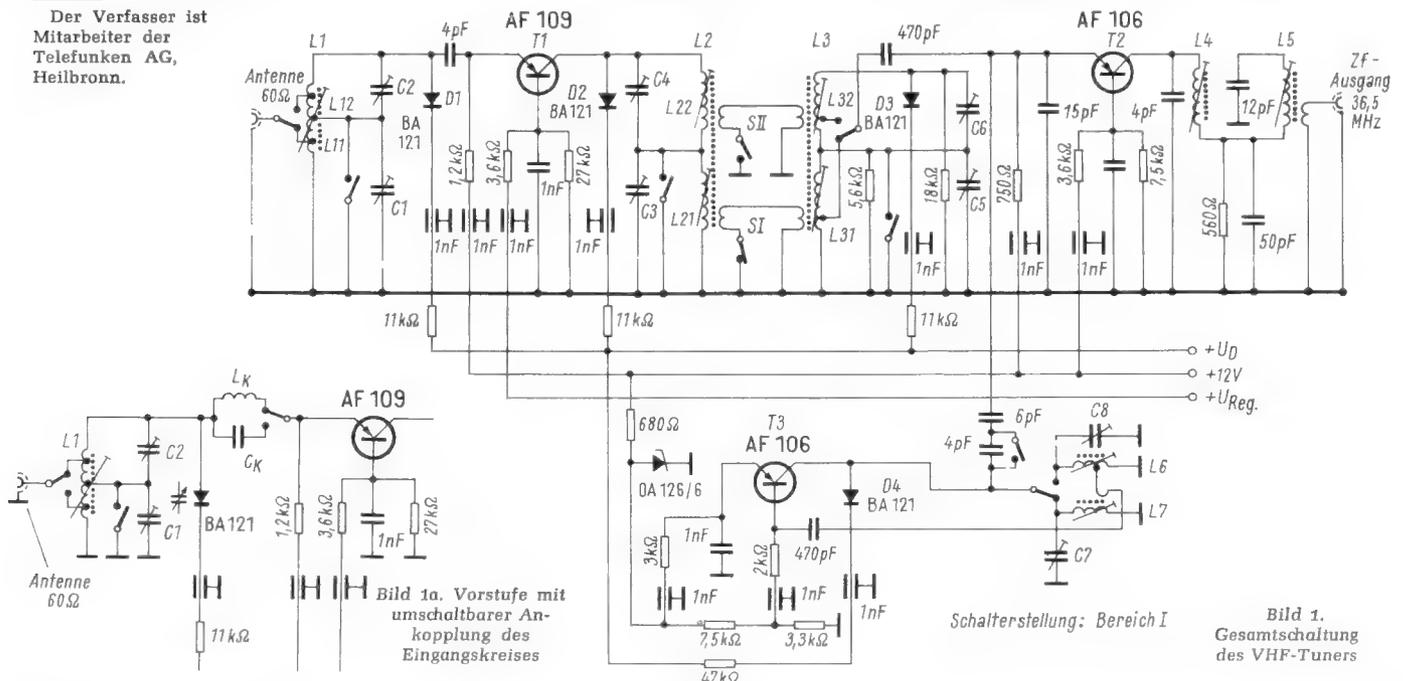

Bild 1a. Vorstufe mit umschaltbarer Ankopplung des Eingangskreises
Die in dieser Eingangsschaltung auftretende Rauschzahl im Bereich I ( $F \leq 9$ ) kann in einer anderen Schaltung (nach Bild 1a) vermindert werden. Hiermit ist es möglich, die Ankopplung des Eingangskreises mit umzuschalten. Im Bereich I erfolgt die Ankopplung mit einer geeignet gewählten Induktivität  $L_K$ . Die Rauschzahl ist dann  $F \leq 5$ .
1) In der in Abschnitt 2.1 angegebenen Schaltung nach Bild 1a rund  $25 \pm 1$  dB.
2) In der in Abschnitt 2.1 angegebenen Schaltung nach Bild 1a  $\leq 5$ .